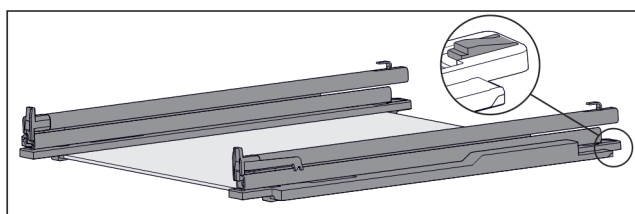

Fig. 105 Tablette en verre avec rails et pièces de retenue
- ▶ Pousser l'arrière de la pièce de retenue vers le bas (voir Fig. 105) et pousser dans le même temps le tiroir vers l'arrière.